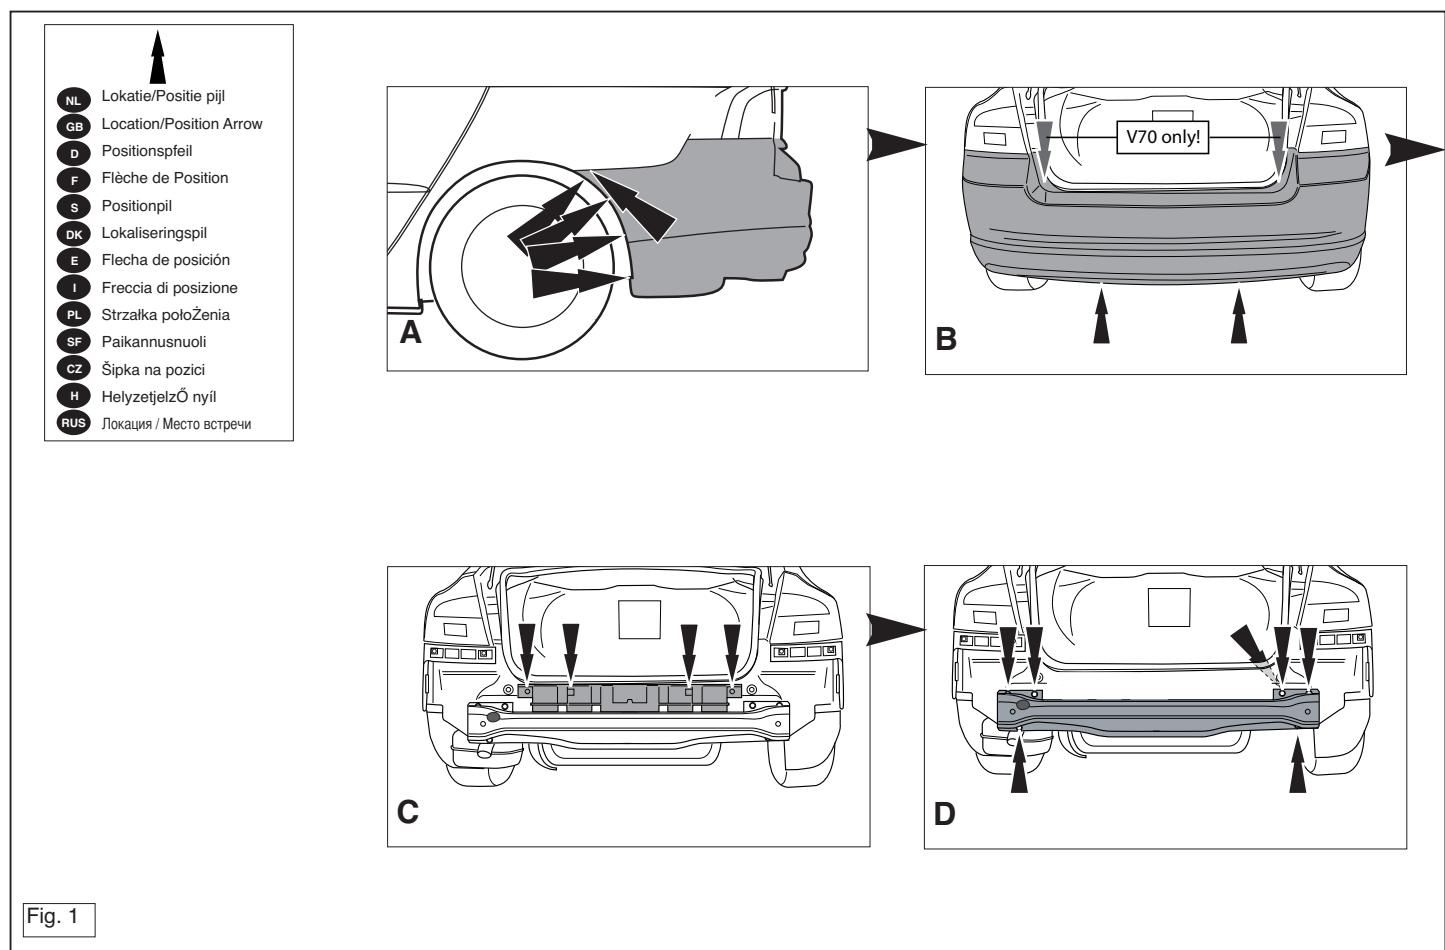

Fig. 1
1. Demonter kofangeren, inklusive køretøjetets stålstødbjælke. Se fig. 1.